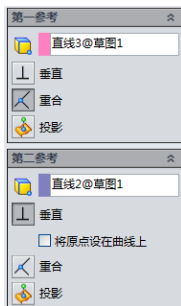
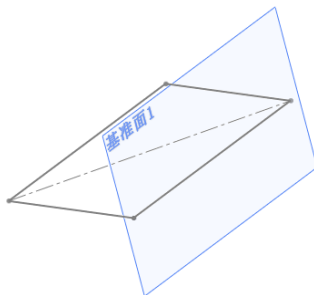

图 12-24 参数设置
图 12-25 生成基准面 1
- 05 选择矩形两垂直边为参考对象，并设置如图 12-24 所示参考几何关系，单击对话框中的  【确定】按钮，生成基准面 1，如图 12-25 所示。